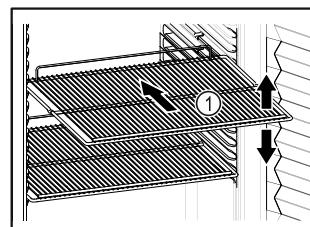

Fig. 50 Primjer izgleda
- Ako su rešetke za polaganje Fig. 50 (1) pomicne, prilagodite ih po visini.